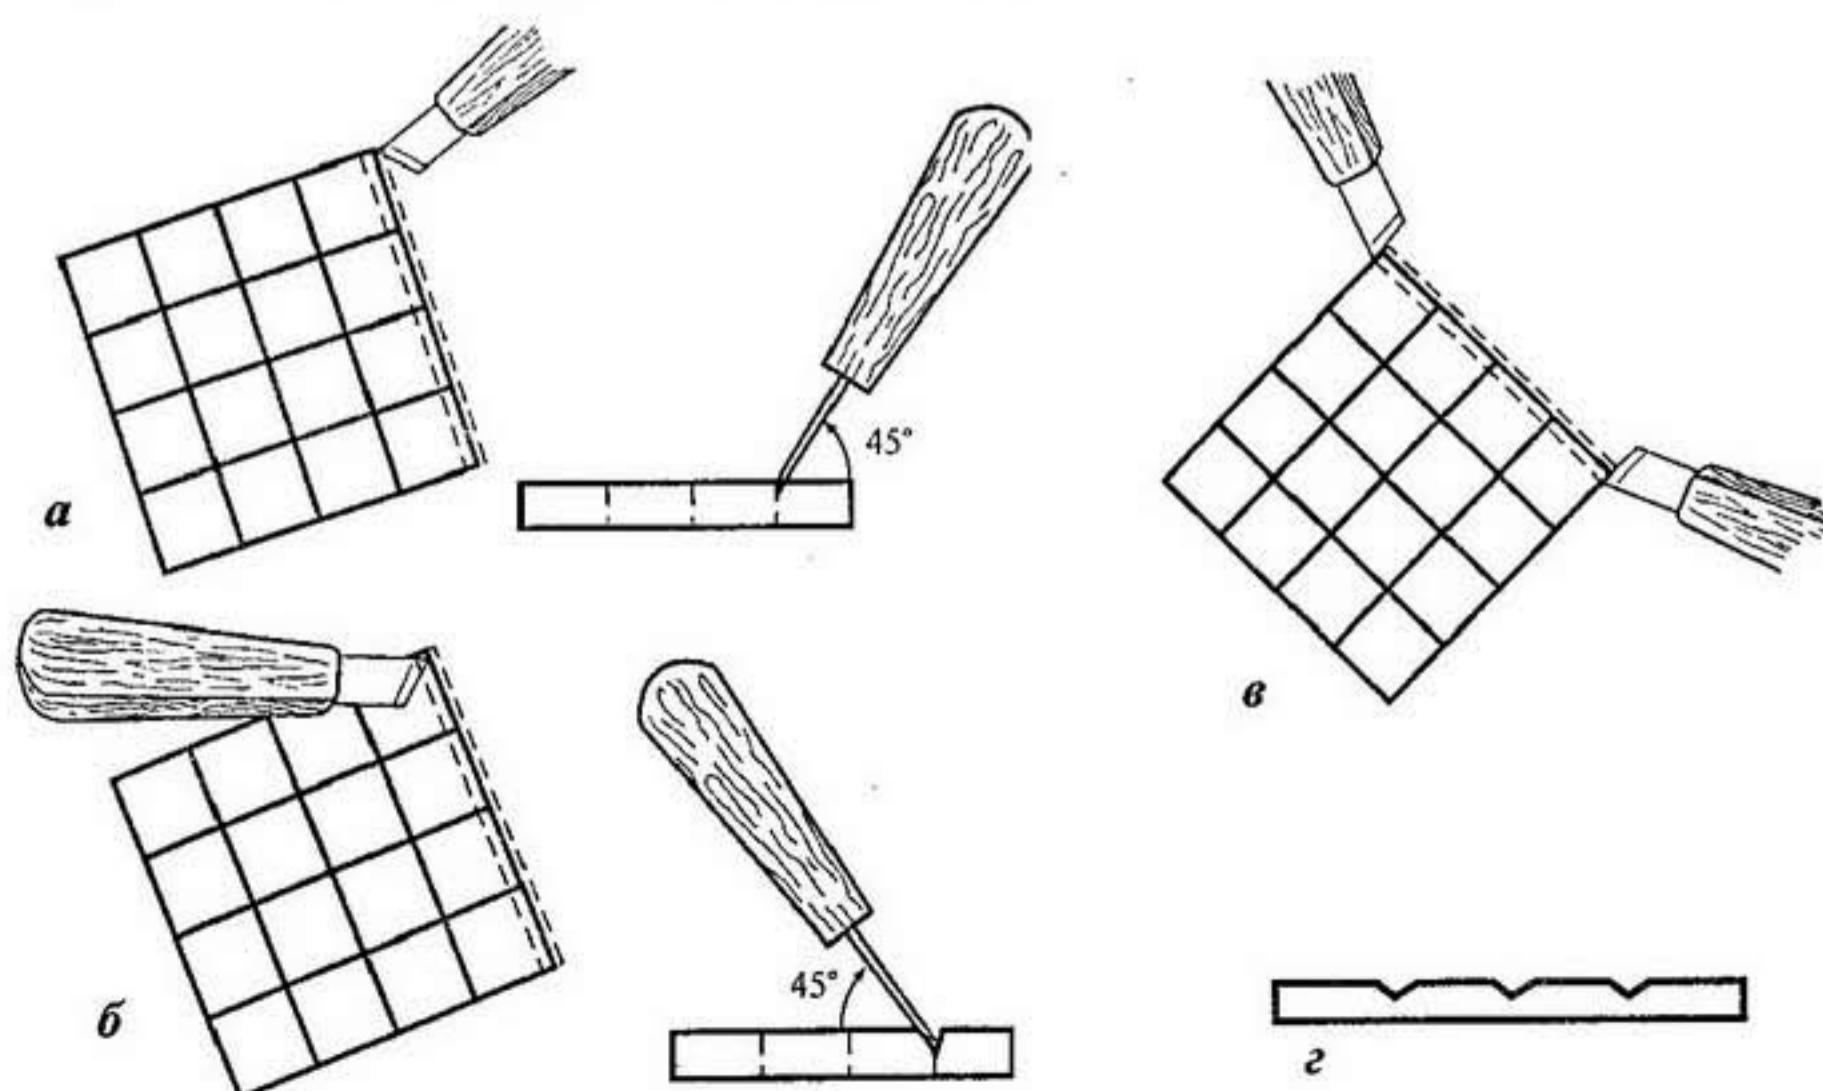

Рис. 29
1) отступите от вертикальной линии на 1 мм вправо, углубите нож на 2–3 мм и, держа его под углом 45° , сделайте прорезку вдоль всей линии (рис. 29, а);
2) то же самое проделайте с левой стороны от линии (рис. 29, б);
3) сделайте прокол ножом в начале и в конце линии, держа нож вертикально (рис. 29, в).
От древесины отделятся полоска, которую и называют соломкой. А на дощечке останется канавка, имеющая профиль треугольника (рис. 29, г).